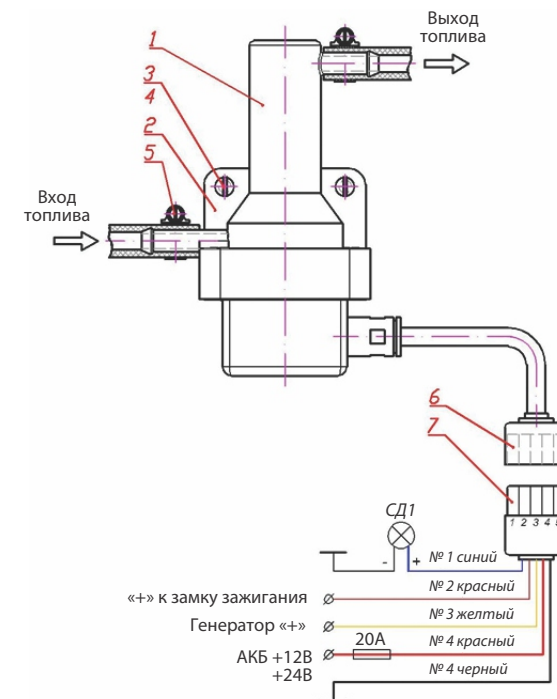

Рисунок 1
**5.2** Подогреватель устанавливается в разрез топливопровода перед фильтром тонкой очистки или перед фильтром-сепаратором. Ввод дизельного топлива обозначен на входном штуцере подогревателя в виде стрелки с соответствующим направлением. Рабочее положение подогревателя – вертикальное. При этом входной и выходной топливные штуцеры подогревателя располагаются горизонтально (см. рисунок 1). Подогреватель 1 крепится в моторном отсеке за кронштейн 2 двумя винтами М5 по ГОСТ 1491 или саморезами 3 с пружинными шайбами 4 по ГОСТ 6402. Допускаемое отклонение корпуса подогревателя от вертикали не должно превышать 10-15°. Топливопроводы крепятся на штуцерах подогревателя хомутами 5 по ГОСТ 28191.